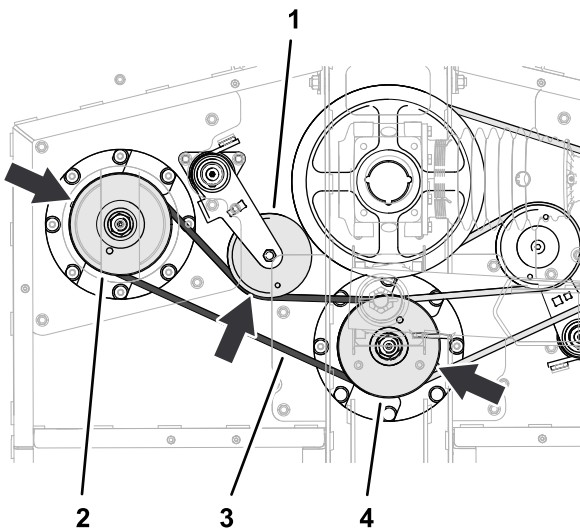

Figura 67
- Disponete la cinghia corta attorno alla puleggia del mandrino di sinistra e la scanalatura inferiore della puleggia del mandrino centrale (Figura 67).
- Utilizzate una barra di interruzione o un utensile simile per ruotare il tendicinghia in senso antiorario e fate scorrere la cinghia sopra alla puleggia tendicinghia (Figura 67).